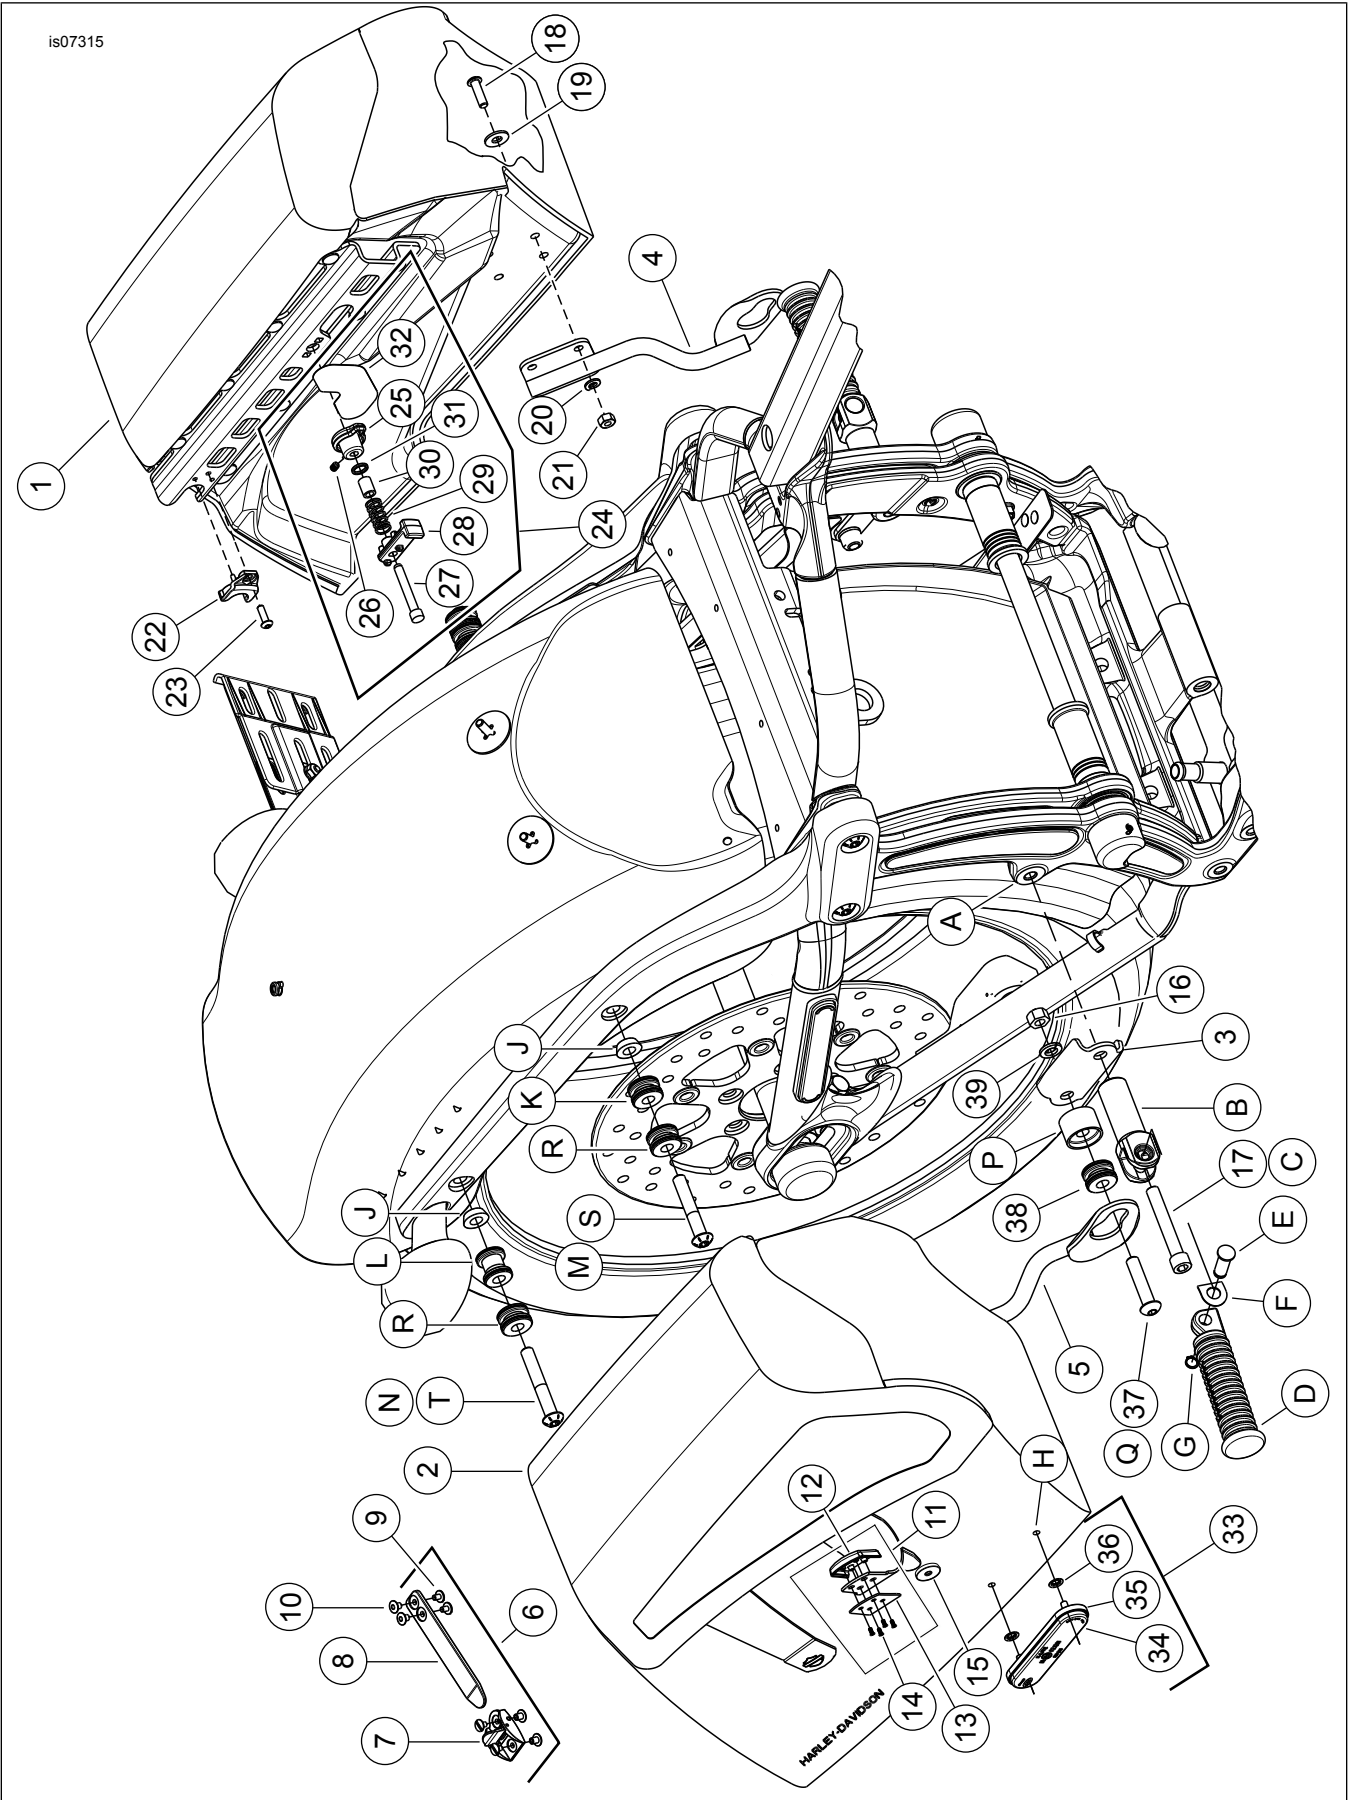

Figura 2. Piezas de servicio: Alforjas desmontables FXSB/SE
2. Vea Figura 2. Alinee el brazo de soporte (4) con los cuatro agujeros de montaje de la alforja izquierda (1).
3. Asegure el brazo de soporte (4) a la alforja (1).
- a. Inserte el tornillo (18) a través de la arandela (19) y el brazo de soporte (4) desde el interior de la alforja izquierda (1).
- b. Asegure el tornillo con la arandela de seguridad (20) y la tuerca hexagonal (21). Ajuste con los dedos. No los apriete completamente en este momento.
4. Repita el procedimiento para la alforja (2) y el brazo de soporte (5) derechos.
1. Vea Figura 2. Coloque el soporte del reflector (35) cerca del lado delantero inferior de la alforja o hacia atrás, directamente arriba del logotipo Harley-Davidson®.
3. Limpie la superficie del soporte del reflector (35), donde se instalará el reflector, con agua jabonosa o una mezcla de 50 a 70% de alcohol isopropílico y 30 a 50% de agua destilada. Permita que seque completamente.
4. Quite el forro del respaldo adhesivo del reflector (34). Cuidadosamente coloque el reflector en el soporte del reflector y presione firmemente en su lugar. Sostenga el reflector en su posición con presión constante por lo menos un minuto.
6. Instale el soporte del reflector (35) en la alforja usando dos tuercas de empuje (36). Las tuercas de empuje se instalan desde el interior de la alforja.
1. Vea Figura 2. Inserte los postes del espaciador de acoplamiento trasero (22) en la parte trasera de la pieza de soporte de la alforja.
2. Aplique una cantidad pequeña de Loctite 243, azul, a las roscas de los tornillos (23) a aproximadamente 3–6 mm (1/8–1/4 in) de la cabeza del tornillo.
2. Vea Figura 2. Jale la perilla (25) (ubicada cerca del centro, dentro de la alforja) y gírela hacia la parte delantera de la alforja .
- Ajuste los tornillos del 3er punto ( Figura 2, artículo 18) a 6,8–10,2 N·m (60–90 in-lbs).
- Ajuste los tornillos del soporte del taco apoyapiés ( Figura 2, artículo 17) a 33,9–40,7 N·m (25–30 ft-lbs).